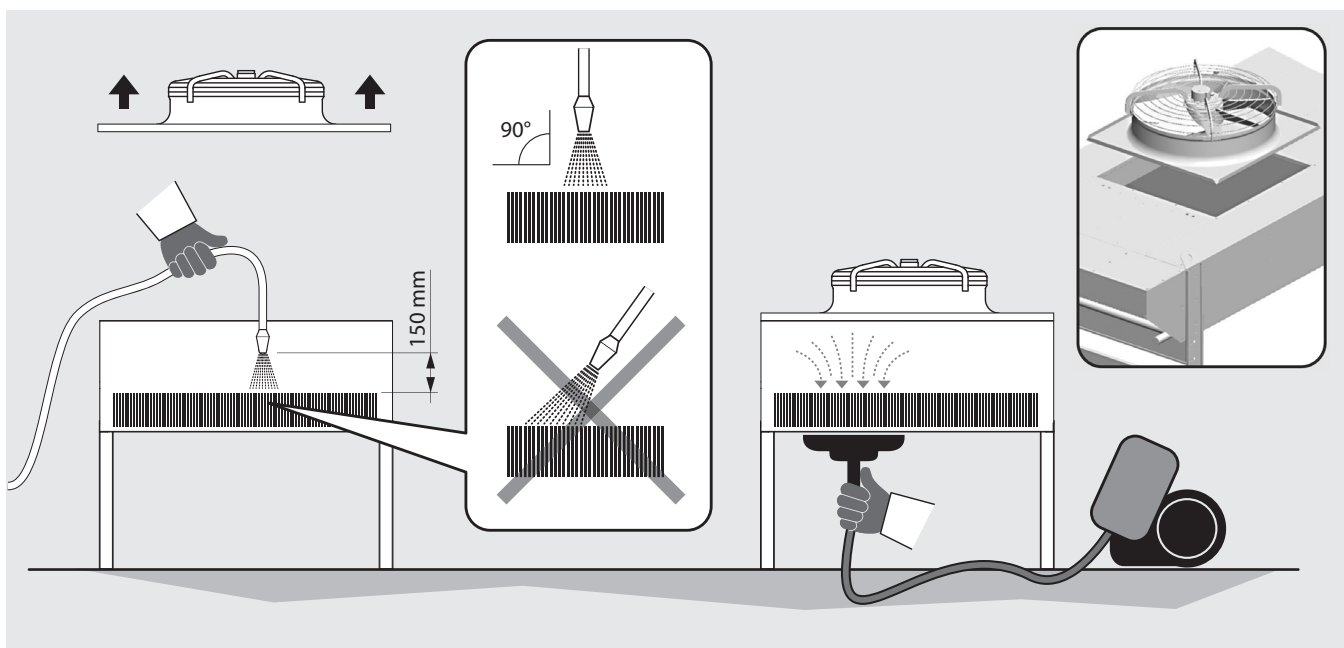

Abbildung 11
- 11.11 Reinigung des Lamellenpakets (siehe Abbildung 11):